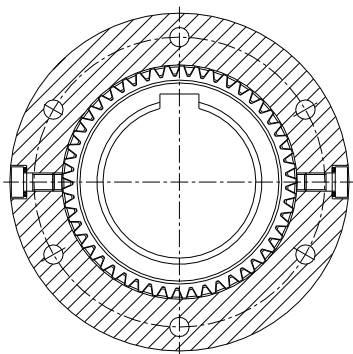

図 42: 水平位置のプラグ
- プラグ(部番 7)が水平位置になるようにカップリングを回転して下さい。(図 42 をご参照)